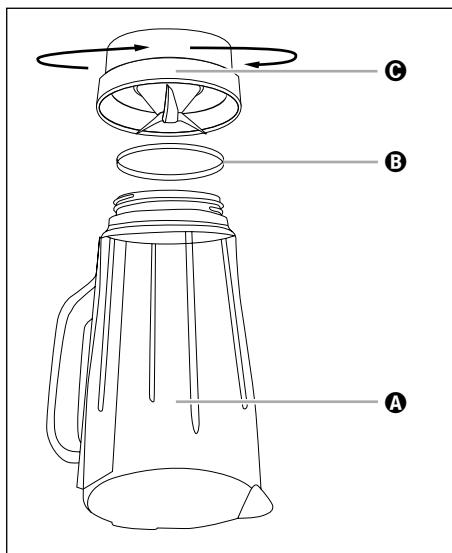

Fig. 4
- 2) Renversez l'appareil et tournez la pièce en plastique **C** du bol mixeur **③** dans le sens anti-horaire afin qu'elle se détache de la pièce en verre **A** du bol mixeur **③** (voir fig. 4).